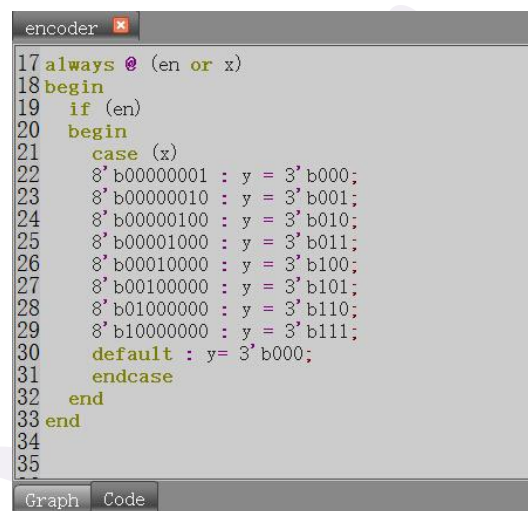

图 2-3-3 点击 Code 输入算法
(2) 添加代码。点击模型下方的 Code（如图 2-3-3 所示）添加代码。